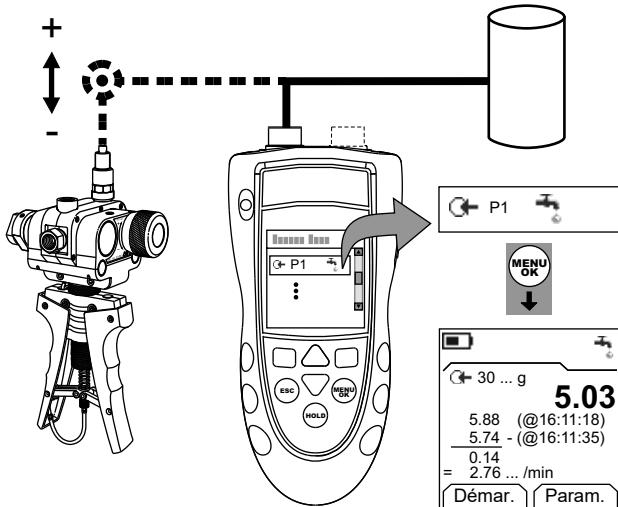

Figure 3 : Exemple de configuration - Test de fuite
- Raccorder l'instrument (Figure 3) et, si nécessaire, régler la *Configuration* (Tableau 1).